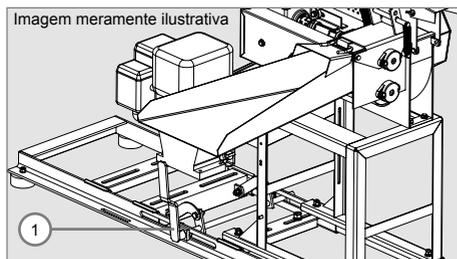

Figura 6
- ✓ O motor deverá ser acionado somente se a alavanca (1) do esticador de correia estiver em posição de alívio, ou seja, sem tensionar a correia, conforme Figura 6.